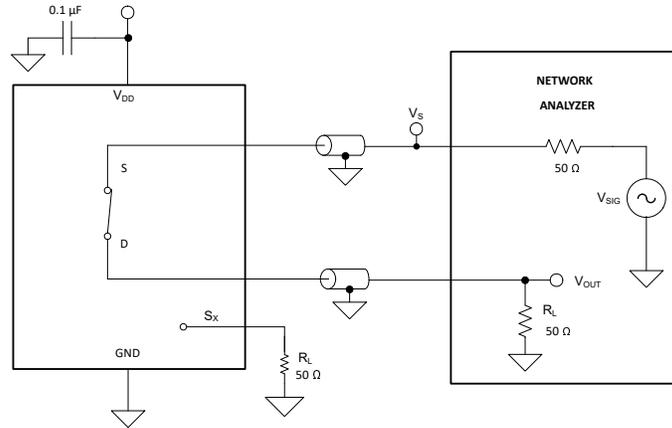

图 8-11. 带宽测量设置
带宽定义为当输入施加到开启通道的源极引脚 (Sx) 且输出在器件的漏极引脚 (D) 处测量时衰减小于 3dB 的频率范围。图 8-11 显示了用于测量带宽的设置。